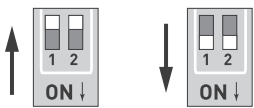

Рисунок 3. DIP-переключатели терминатора
3.8. Для согласования шины DMX на последнем декодере в линии включите терминатор (см. рис. 3).
Отсутствие согласующей нагрузки на концах линии (терминаторов)	На последнем декодере в линии включите встроенный терминатор (см. рисунок 3)